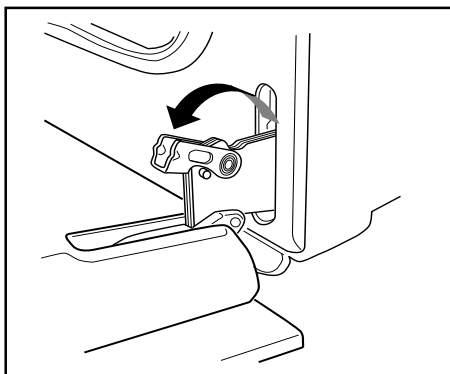

Abb. 8
- 3) heben Sie die Hebel auf den Scharnieren an und klappen Sie diese (Abb. 8) nach vorne;